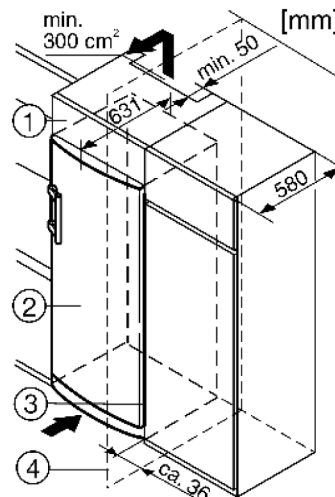

Fig. 7
- (1) Nastavná skříňka
- (2) Přístroj
- (3) Kuchyňská skříň
- (4) Stěna
Při montáži do normalizovaných kuchyňských skříní (hloubka max. 580 mm) lze přístroj instalovat hned vedle kuchyňské skříně Fig. 7 (3). Dvířka přístroje přesahují přední stěnu kuchyňské skříně na stranách o 34 mm a uprostřed o 50 mm. To umožňuje jejich volné otevírání a zavírání.
Když se přístroj instaluje závěsy vedle stěny Fig. 7 (4), musí být vzdálenost přístroje od stěny alespoň 36 mm. To odpovídá přesahu madla při otevřených dveřích.